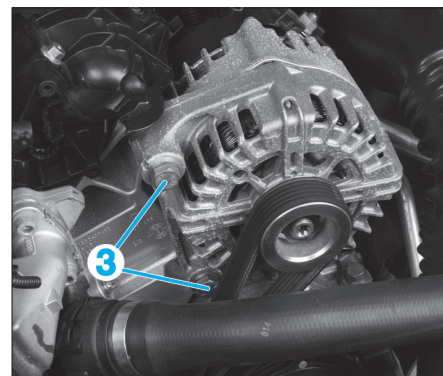

Fig. 2
• Débrancher le connecteur (2).
• Déposer les vis (3) puis extraire l'alternateur vers le haut (Fig.2).